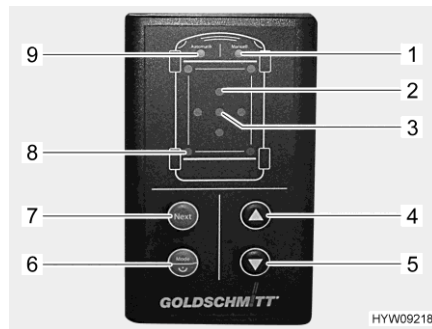

Fig. 43 Unité de commande (vérins stabilisateurs hydrauliques)
Si l'inclinaison du véhicule est trop importante, la DEL "Inclinaison" (Fig. 43,2) rouge correspondante clignote. Choisir un emplacement mieux adapté, ou bien manipuler manuellement les vérins stabilisateurs à vos propres risques.
Si, en présence d'un trou dans le sol, un vérin stabilisateur est sorti à sa longueur maximale, les DEL "Mode manuel" (Fig. 43,1) et "Mode automatique" (Fig. 43,9) clignotent trois fois. Dans ce cas, rentrez les vérins stabilisateurs, placez un sabot sous le vérin stabilisateur concerné et recommencez la procédure.
- Appuyez pendant au moins 1 seconde sur la touche "Marche/Arrêt/Mode de fonctionnement" (Fig. 43,6). Après l'allumage, un signal acoustique se déclenche et la DEL "Mode automatique" (Fig. 43,9) s'allume.
- Appuyer brièvement sur la touche "Marche/Arrêt/Mode de fonctionnement" (Fig. 43,6). Le mode de fonctionnement bascule entre mode manuel et mode automatique. La DEL correspondante (Fig. 43,1 ou Fig. 43,9) s'allume.
- Appuyer sur la touche "Sortir" (Fig. 43,5). Le procédé d'alignement se déroule automatiquement. Les DEL "Vérins stabilisateurs" (Fig. 43,8) clignotent tant que les vérins stabilisateurs sont en mouvement. Si le véhicule est équipé de vérins repliables : Le mouvement des vérins stabilisateurs s'arrête une fois qu'ils sont sortis, pour permettre de poser un sabot. La DEL "Mode automatique" (Fig. 43,9) clignote rapidement.
- Appuyer de nouveau sur la touche "Sortir" (Fig. 43,5). Le procédé d'alignement continue.
- Appuyer sur la touche "Rentrer" (Fig. 43,4). Les vérins stabilisateurs rentrent entièrement. Les DEL "Vérins stabilisateurs" (Fig. 43,8) clignotent tant que les vérins stabilisateurs sont en mouvement.
- En mode automatique, appuyer brièvement sur la touche "Marche/Arrêt/Mode de fonctionnement" (Fig. 43,6). La DEL "Mode manuel" (Fig. 43,1) s'allume.
- Tenir compte des DEL "Inclinaison" (Fig. 43,2). Une DEL allumée signale que vous devez relever le véhicule du côté correspondant.
- Appuyer sur la touche "Next" (Fig. 43,7) jusqu'à sélectionner la paire de vérins stabilisateurs souhaitée. Les DEL correspondantes "Vérins stabilisateurs" (Fig. 43,8) s'allument.
- Appuyer sur la touche "Rentrer" (Fig. 43,4) ou "Sortir" (Fig. 43,5) jusqu'à atteindre la position souhaitée.
- Appuyer de nouveau sur la touche "Next" (Fig. 43,7) jusqu'à sélectionner la paire de vérins stabilisateurs suivante souhaitée. Répéter la procédure jusqu'à l'alignement du véhicule. Le véhicule est aligné lorsque la DEL verte "Position ok" (Fig. 43,3) s'allume.
- Appuyer en même temps sur les touches "Marche/Arrêt/Mode de fonctionnement" (Fig. 43,6), "Sortir" (Fig. 43,5) et "Rentrer" (Fig. 43,4) pendant 3 secondes.
- Après la validation acoustique et l'allumage de la DEL "Position ok" (Fig. 43,3), relâcher les touches. La position est enregistrée comme position OK.